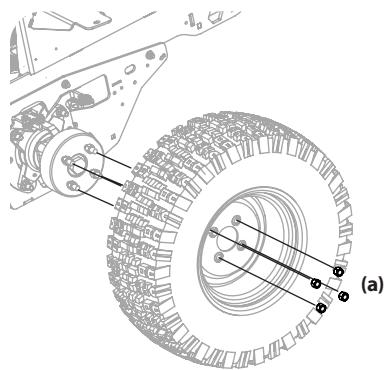

Figure 4-14
1. Dévissez les quatre écrous (a) pour retirer la roue. Voir Figure 4-14.